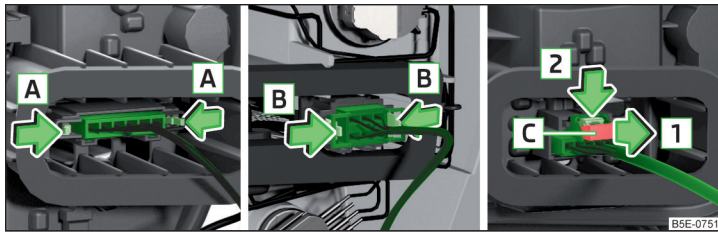

Abb. 361 Steckerabziehvarianten
Der Steckertyp variiert je nach Fahrzeugausführung » Abb. 361.
- › Beim Stecker mit ausziehbarer Sicherungslasche diese entgegen der Pfeilrichtung **1** sichern » Abb. 361.